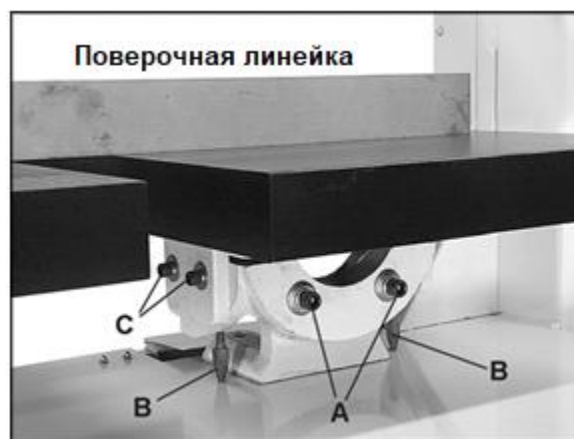

Рис. 12.
1. После выставления основного стола перпендикулярно пильному полотну, с помощью поверочной линейки проверьте, выровнен ли вспомогательный стол, как показано на Рис. 12. Если вспомогательный стол не выровнен с основным, выполните следующие шаги.
2. Чтобы наклонить вспомогательный стол влево или вправо, ослабьте винты (А, Рис. 12) и закручивайте/откручивайте один из стопоров (В, Рис. 12). По завершении регулировки плотно затяните винты (А, Рис. 12).
3. Чтобы сдвинуть стол вперед или назад, ослабьте винты (С, Рис. 12). По завершении регулировки плотно затяните винты.